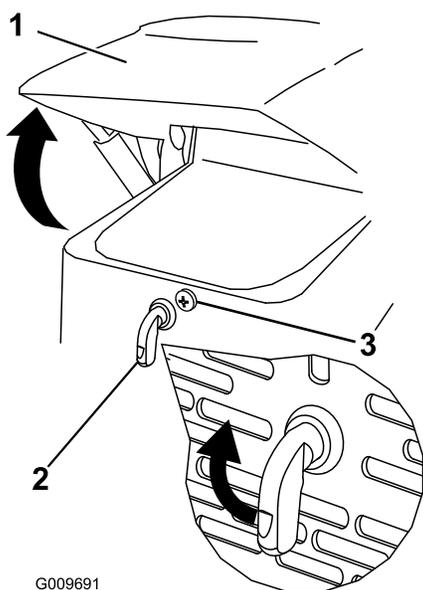

Figura 30
1. Allentate la vite di bloccaggio del cofano (Figura 30)
3. Serrate la vite di bloccaggio del cofano per fissare il dispositivo di chiusura (Figura 30).
2. Girate il fermo del cofano in senso orario (Figura 30).
3. Ruotare il cofano verso l'alto (Figura 30).